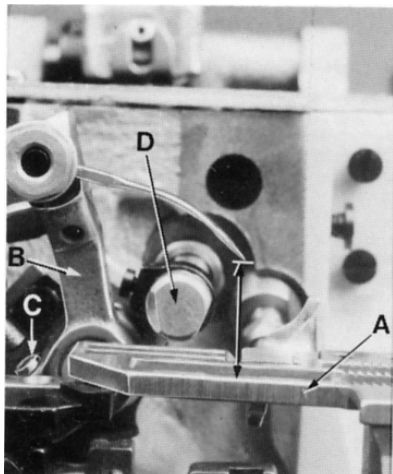

FIG. 3
With throat plate assembled in position, needle should center in the front end of needle slot. When needle is at its highest position, needle point should be set between 17/34" - 35/64" (13.5 - 14mm) above the throat plate (A, Fig. 3). For this adjustment gauge G21227F can be advantageously used. To align the needle or to set the height above the throat plate, move needle driving arm (B, Fig. 3) by loosening clamp screw (C).
Con la plancha de la aguja en su sitio, la aguja debería entrar en el centro de su hueco en la plancha de la aguja. Cuando la aguja se encuentre en su punto muerto superior, la punta de la aguja debería encontrarse a una distancia de 17/34" a 35/64" (13,5 mm - 14 mm) encima de la plancha de la aguja (A, Fig. 3). Para este ajuste se puede utilizar el calibrador G21227F. Para alinear la aguja o para ajustar su distancia a la plancha de la aguja, suelte el tornillo (C, Fig. 3) y ajuste la palanca (B) de la aguja adecuadamente. Remueva la plancha de la aguja.
If resetting is necessary, do it by shifting the upper looper holder (D, Fig. 3) in its shaft to the right or to the left.
Si hace falta un reajuste, se puede lograrlo moviendo el porta-looper (D, Fig. 3) en el eje del looper hacia la derecha o hacia la izquierda.